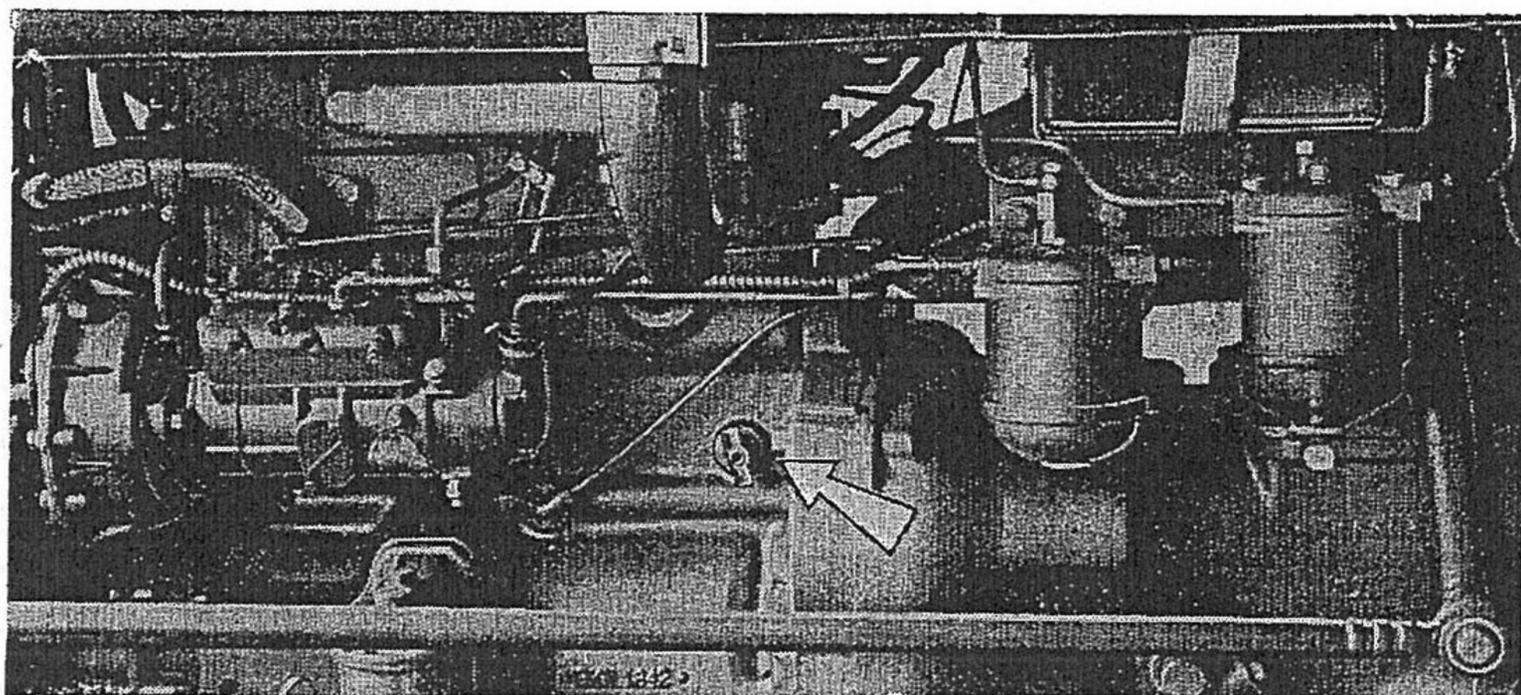

Fig. 55
- le robinet du bloc moteur (côté gauche), fig. 55,